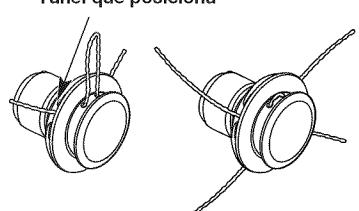

Fig. 17
5. Empuje y/o tire de la línea de modo que ésta se ajuste al cabezal central y quede completamente extendida a través de los túneles de colocación. (Fig. 17)